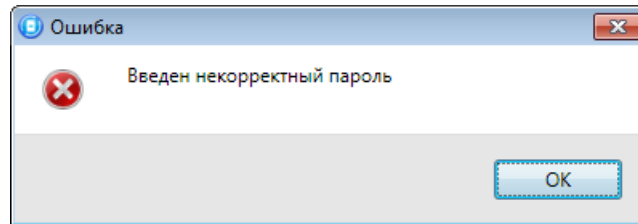

Рисунок 5.27 – Сообщение об ошибке
**Внимание!** Для регистрации кода или электронного ключа необходимо, чтобы соответствующий способ постановки/снятия (например, *Электронный ключ* или *Клавиатура Мираж-КД*) был предварительно выбран на вкладке *Параметры* в раскрывающемся списке *Способ управления постановкой/снятием*. В противном случае ввод не будет принят и появится сообщение об ошибке (см. рисунок 5.27).